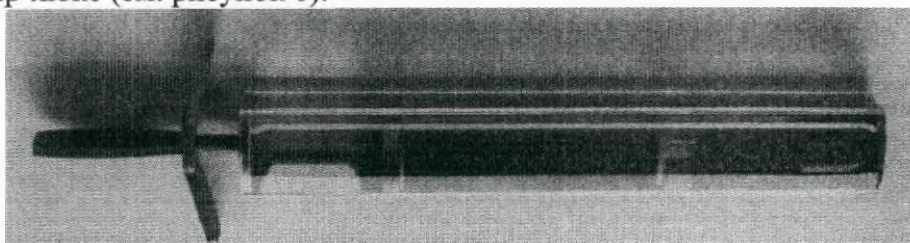

Рисунок 6
- футляр-люкс (см. рисунок 6).